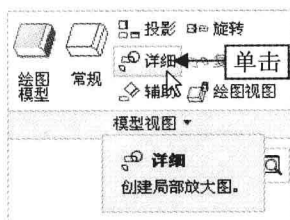

图 12-34 单击“详细”按钮
Step 02 在“功能区”选项板的“布局”选项卡中, 单击“模型视图”面板中的“详细”按钮, 如图 12-34 所示。